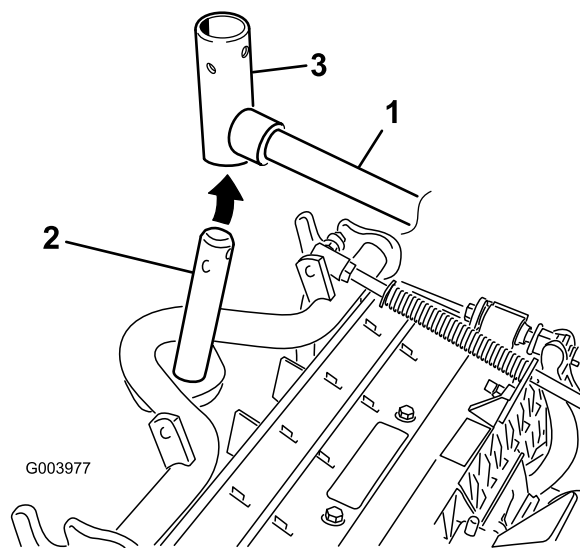

Рисунок 10
8. При установке передних режущих блоков передвиньте режущий блок под подъемным рычагом, одновременно вставляя вал несущей рамы вверх в вилку оси поворота подъемного рычага (Рисунок 10).
- В. Вставьте вилку подъемного рычага в вал несущей рамы (Рисунок 10).